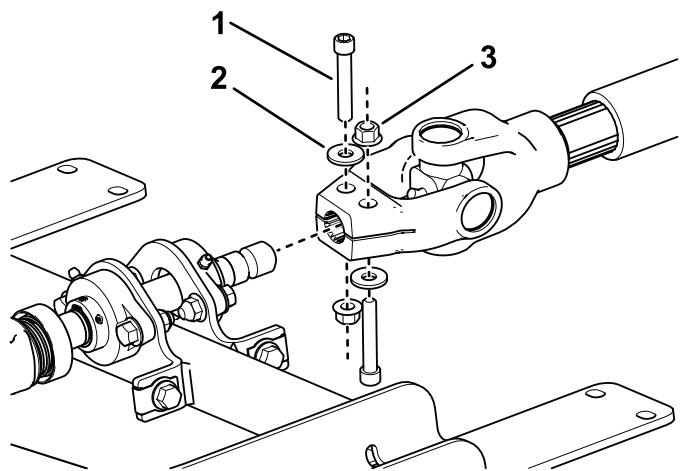

Figura 14
6. Utilizando los herramientas de conexión de la TDF retirados en 3 Preparación de la unidad de tracción \(página 8\), fije el árbol de la TDF de la unidad de tracción al eje de conexión acanalado en el conjunto de placa de soporte, tal y como se muestra en la Figura 14.